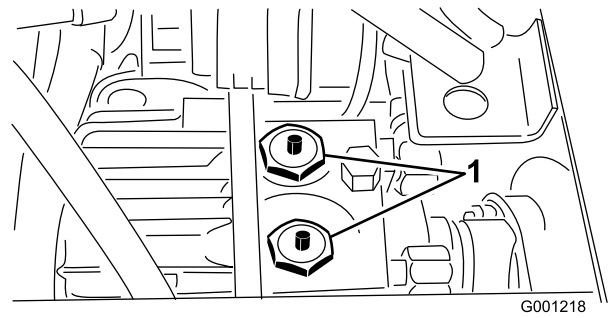

Figure 32
2. Appuyez sur les goupilles et maintenez-les enfoncées au centre des 2 ensembles clapet anti-retour en haut de la transmission (Figure 32) pendant que vous poussez ou remorquez la
machine. Le siège et sa plaque de montage sont déposés sur Figure 32.